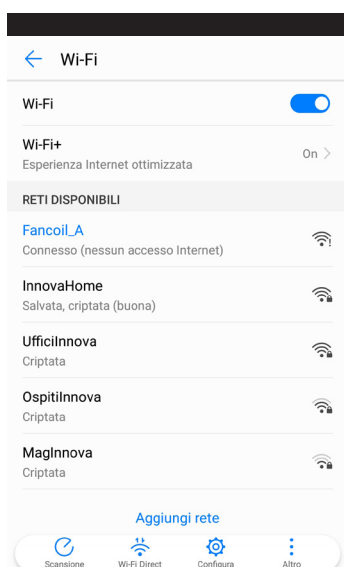

Figura 9-8
N.B. Per dispositivi Android, dopo aver digitato il nome del prodotto, anche il nome della rete Wi-Fi cambia e si collega automaticamente. Per i dispositivi IOS, una volta modificato il nome, bisogna tornare nelle impostazioni Wi-Fi del telefono e connettersi alla rete rinominata (il nome sarà "Fancoil" seguita da _ e il nome che avete appena stabilito, ad es. "Fancoil_A"). (Figura 9-8)